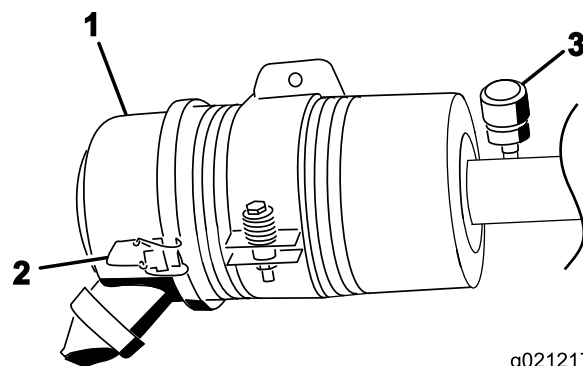

Рисунок 83
Обслуживание фильтра воздухоочистителя следует производить только тогда, когда этого требует индикатор обслуживания (Рисунок 83). Замена воздушного фильтра без необходимости ведет лишь к повышению вероятности попадания грязи в двигатель при извлечении фильтра.
3. Отпустите защелки, фиксирующие крышку воздухоочистителя на его корпусе (Рисунок 83).